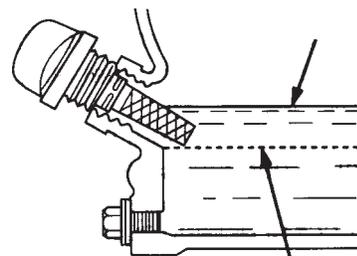

Figura 20. Varilla medidora del aceite de motor (nivel de aceite)
4. Si el nivel está bajo (Figura 20), agregue a la orilla del orificio cargador de aceite con el tipo de aceite recomendado (Tabla 4).